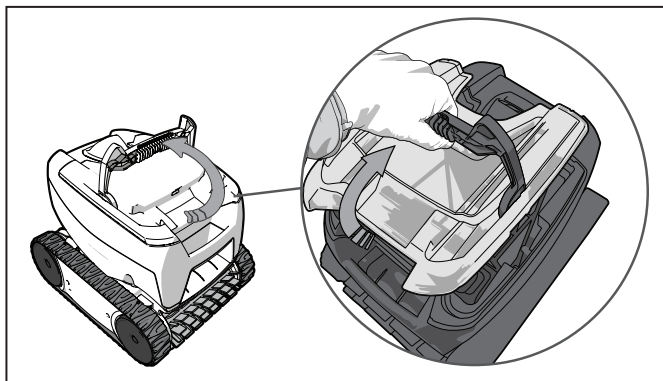

Figure 10. Libere la manija del cartucho del filtro
2. Tire hacia arriba para liberar la manija del cartucho del filtro (Figure 10).